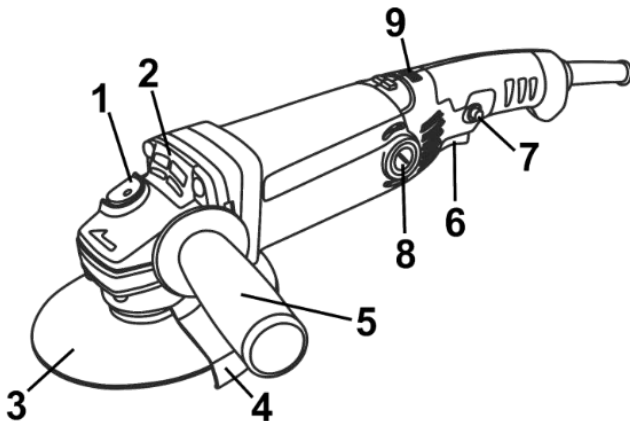

Рисунок 1
2.2.1 Конструкція виробу складається з одноступеневого редуктора з кінчними шестернями в металевому корпусі (2), який приєднаний до пластикового несучого корпусу з колекторним двигуном змінного 1-фазного струму, перемикачем (6), мережевим шнуром живлення згідно з рис.1. Вихідний вал редуктора розташований перпендикулярно осі двигуна і є робочим шпинделем для приєднання змінних насадок (абразивних дисків) (3) з фіксацією затискною гайкою, або накрученими на шпindel. На металевому корпусі (2) хомутівим з'єднанням закріплені захисний кожух (4) з можливістю фіксованого позиціонування по колу. Для фіксації шпинделя під час зміни дисків (3) в корпусі редуктора (2) передбачений кнопковий фіксатор (1). Електрична частина виробу складається з колекторного однофазного електродвигуна змінного струму, вимикача електроструму, регулятора швидкості, з'єднувальних проводів і мережевого шнура. Захист від ураження електричним струмом користувача у виробу відповідає класу II за ДСТУ EN 61140:2015.